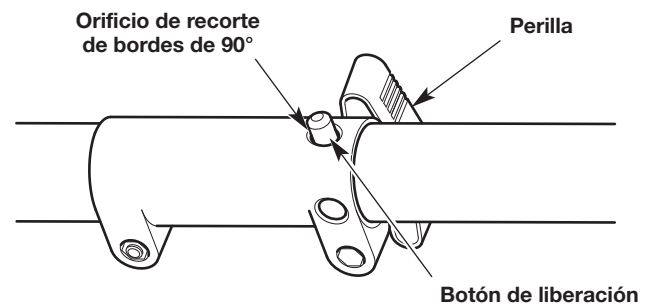

Fig. 19
1. Gire la perilla en el sentido contrario a las agujas del reloj para aflojar el acoplador (Fig. 19).
2. Oprima y mantenga apretado el botón de liberación (Fig. 19).
3. Rote el accesorio hasta que el botón de liberación entre a presión firmemente dentro del orificio de rebordes de 90° (Fig. 19).
4. Gire la perilla en el sentido de las agujas del reloj para apretar el acoplador (Fig. 19).